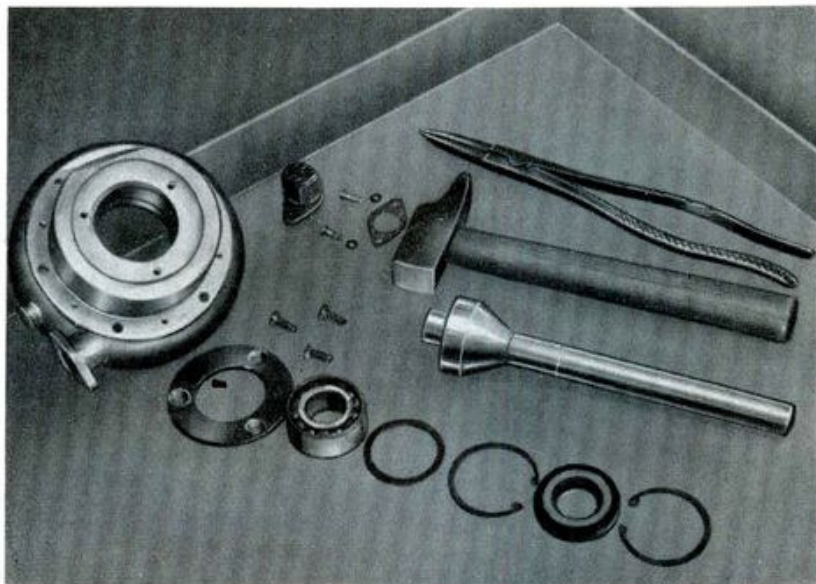

Fig. 19
- op. 36 - Estrarre dalla flangia volano il cuscinetto a sfere o, secondo il tipo, la pista esterna del cuscinetto a rulli: togliere l'anello seeger di fermo della guarnizione, sfilare la guarnizione aiutandosi con un cacciavite, togliere l'anello seeger e la rosetta di spallamento; svitare le 3 viti che fissano la flangia di bloccaggio e sfilare il cuscinetto dalla sua sede servendosi dell'attrezzo n. 57838. Vedi fig. 19.